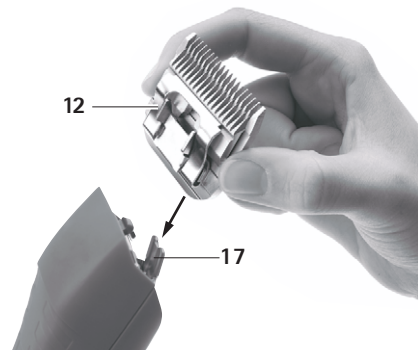

Fig. 2
- Cuplați capul de tuns **12** pe balamaua lamei deschisă **17**, vezi Fig. 2.
- Apăsați ușor capul de tuns **12** în direcția mașinii de tuns DURATI, vezi Fig. 2.